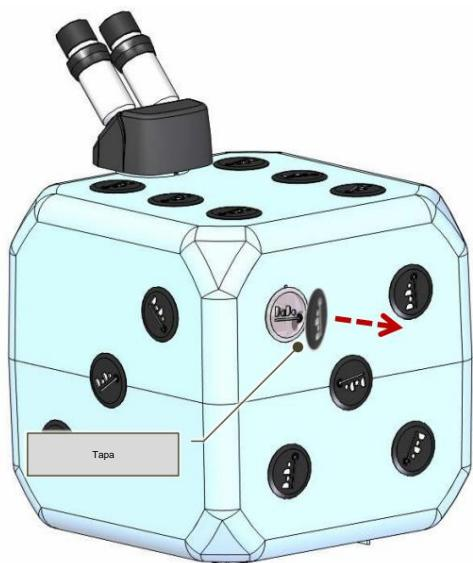

Fig. 6-10 – Tapa removible
- Retire manualmente la tapa de plástico negra ubicada en la parte trasera superior izquierda de la máquina (Fig. 6-10);